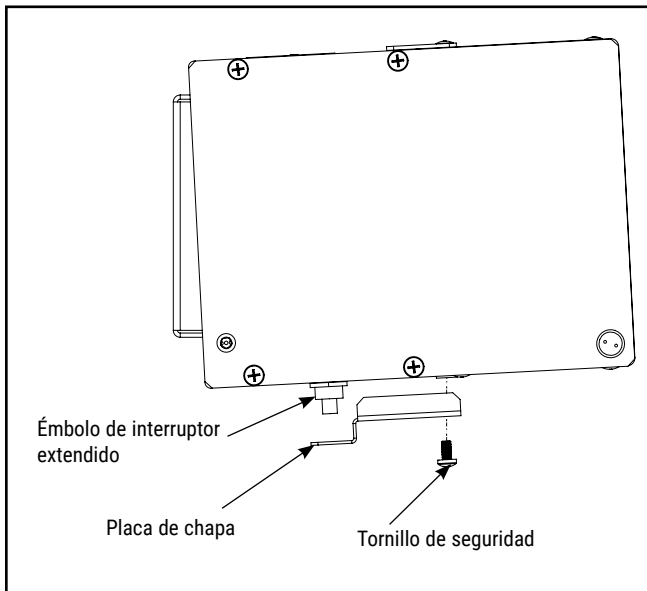
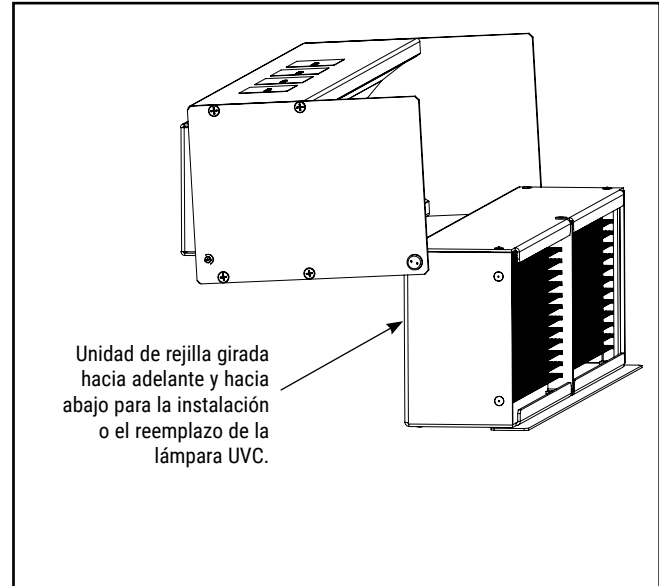

Figura 4.
Figura 5.
1. Retire el tornillo que sujeta la placa de chapa a la parte inferior del alojamiento y retire la placa. Ver figura 4. Tenga en cuenta que, al hacerlo, se extenderá el émbolo de un interruptor de seguridad. Este interruptor es una característica de seguridad que asegurará el apagado de la lámpara UVC. Esta característica de seguridad NO es un sustituto adecuado en caso de omitir desconectar el servicio de CA en el disyuntor durante un futuro reemplazo de lámparas.
2. Gire la unidad de rejilla hacia adelante y hacia abajo para acceder a la cámara de la lámpara UVC. Ver figura 5. Inserte la lámpara en los portalámparas y gírela para asegurarla. Gire la unidad de rejilla de nuevo a su posición original y vuelva a colocar la placa de chapa y el tornillo que quitó en la Figura 4. Asegúrese de que la placa de chapa presiona el émbolo del interruptor de seguridad.